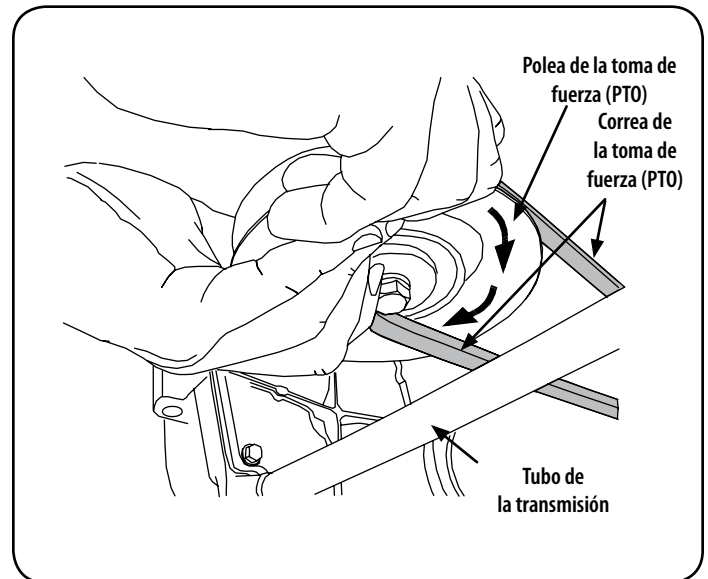

Figura 26
- Mientras sostiene la correa hacia abajo, siga girando la polea de la PTO hasta que la correa se deslice fuera de la polea. Consulte la Figura 26.
- Tire del lado derecho de la correa hacia atrás y coloque el lado V angosto de la correa en la polea de la PTO. Vea la Figura 26.
- Mientras sostiene la correa y la polea juntas, rote la polea hacia la izquierda (Vea la Figura 26). Siga sosteniendo y rotando la polea y la correa hasta que la correa se enrolle totalmente en la polea de la PTO.